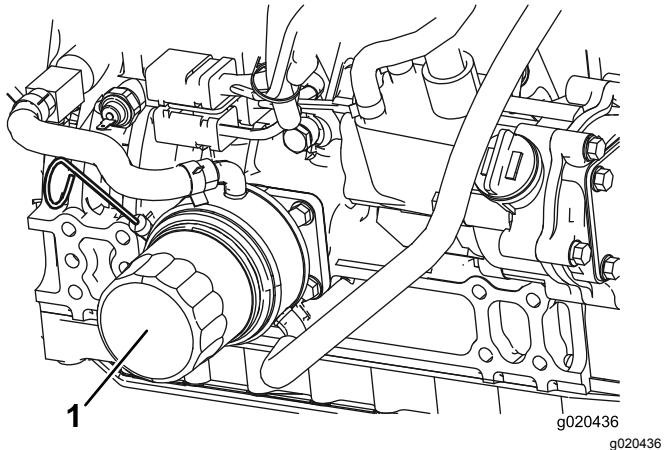

図 30
2. オイルフィルタ図 30を外す。新しいフィルタのシールに薄くエンジンオイルを塗って取り付ける。締めすぎないように注意すること。